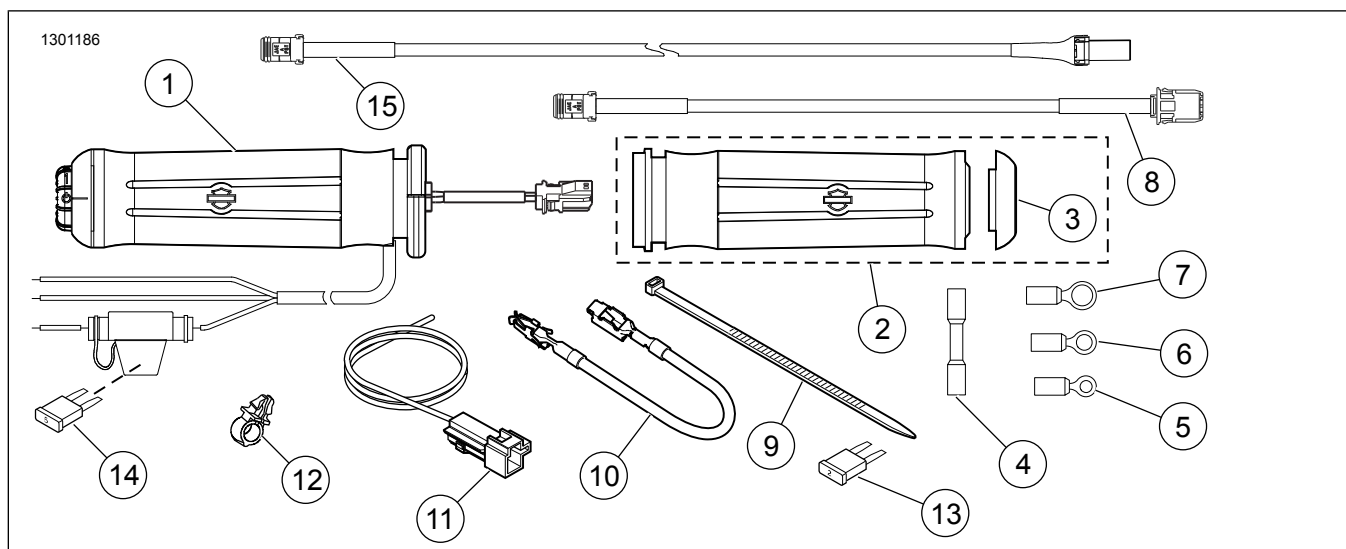

Figura 8. Piezas de servicio, kits de empuñaduras con calefacción
2. Vea Figura 8 . Use correas de cable (9) del kit para sujetar el cableado de la empuñadura al mazo de cables a lo largo del cuerpo del vehículo. **Modelos 2014 y posteriores:** continuar después del paso 15.